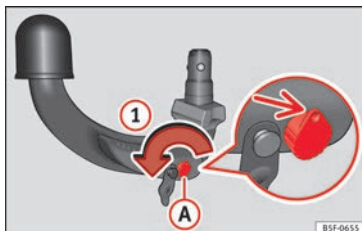

Bild 223 Steg 1.
- Vrid nyckeln i pilens ① riktning tills nyckelns del med hål når det översta läget » bild 223.